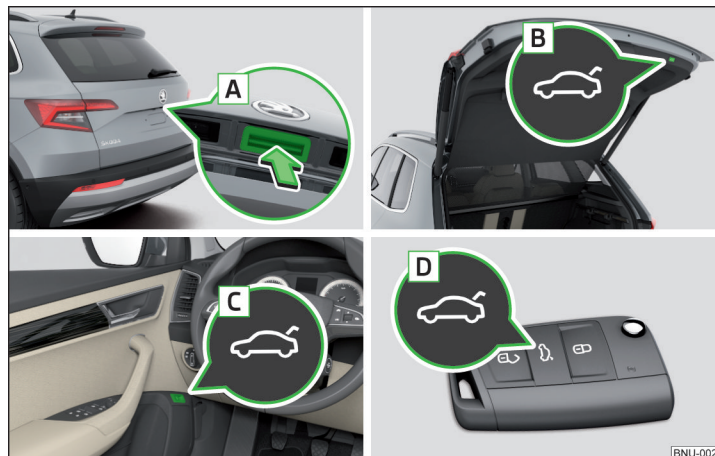

Fig. 55 Operarea capotei
- ▶ Prin apăsarea mânerului **A** » fig. 55.
- ▶ Prin apăsarea tastei **B** » fig. 55.
- Butonul **A** » fig. 55 se dezactivează la plecarea de pe loc respectiv de la o viteză mai mare de 5 km/h. După oprire și deschiderea unei portiere, butonul este activat din nou.
- ▶ Mențineți apăsat butonul **B** » fig. 55 la pagina 67, până când se emite un semnal acustic.
Capacul nu reacționează la semnalul de deschidere	Îndepărtarea unui eventual obstacol (de ex. zăpadă), redeschiderea capotei » pagina 67 Apăsarea mânerului A » fig. 55 la pagina 67 și tragerea capotei înspre în sus